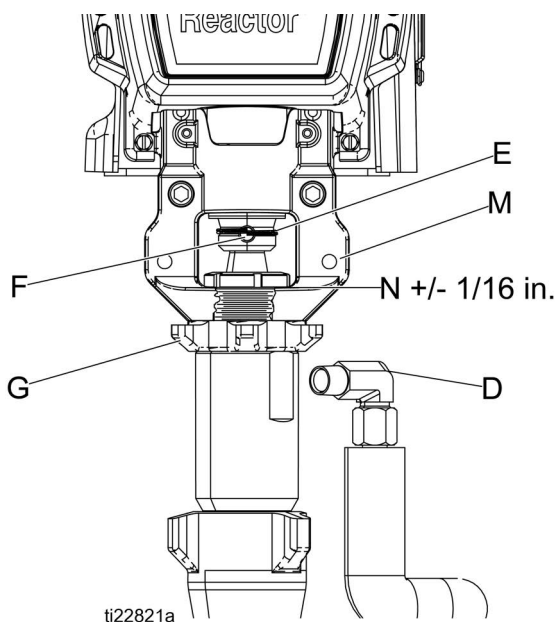

FIG. 3
1. Compruebe que la contratuerca (G) esté enroscada en la bomba con el lado plano hacia arriba. Enrosque la bomba en el alojamiento del cojinete (M) hasta que los orificios del pasador estén alineados. Empuje el pasador (F) hacia adentro. Tire hacia abajo del clip metálico de retención (E). Vea la FIG. 3 para consultar la vista y las notas de ensamblaje.
2. Siga enroscando la bomba en el alojamiento hasta que la salida de fluido (D) esté alineada con el tubo de acero y las roscas superiores estén a +/- 2 mm (1/16 pulg.) de la superficie del cojinete (N).
3. Apriete la contratuerca (G) golpeándola firmemente con un martillo que no produzca chispas.
4. Vuelva a conectar la entrada (C) y la salida (D) de fluido.